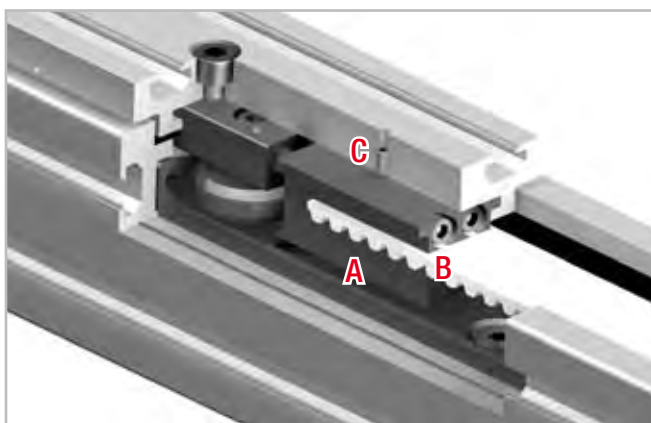

Fig. 61
1. Desserrez les vis de blocage C (en haut sur le chariot) du dispositif de serrage de la courroie A (voir fig. 61).